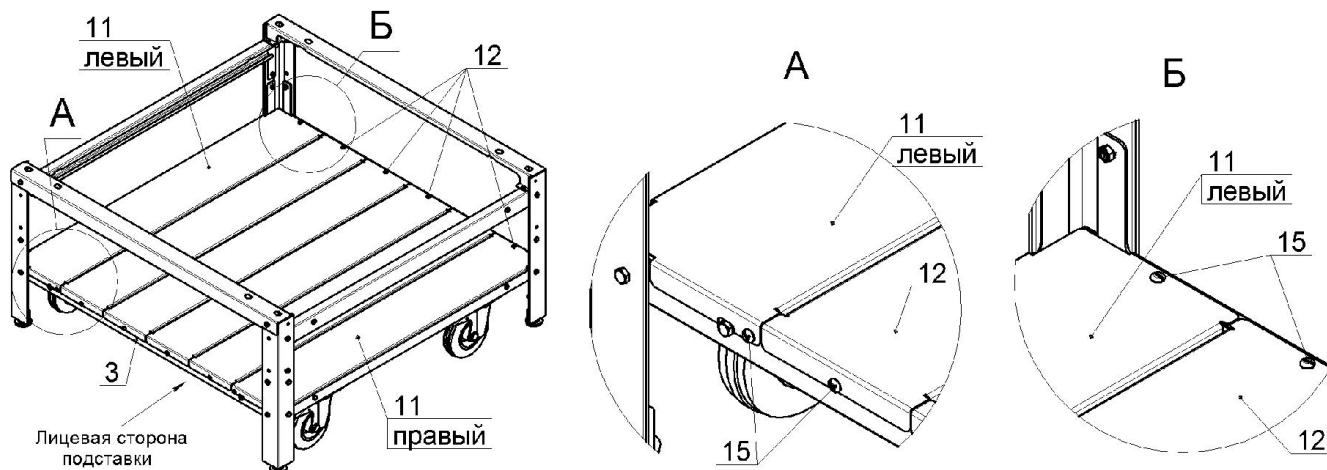

Рис.8
8. Закрепить винтами М5 поз.13 на профилях лицевом нижнем, поз.3 и заднем, нижнем, поз.3.1 сегменты полки боковые поз.9 и сегменты полки центральные поз.10, как показано на рис.8. Проверить равенство диагоналей. Окончательно затянуть все гайки и винты: